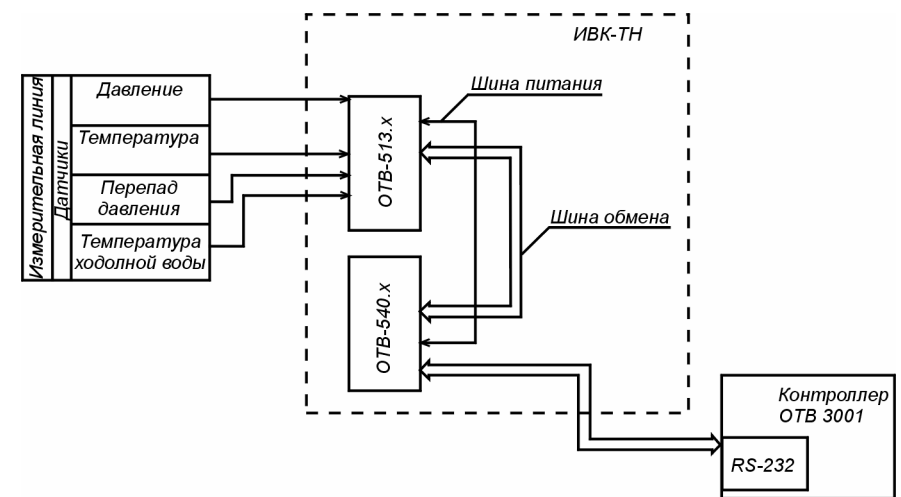

Рис.19
**5.5.4 ИВК-ТН** – измерительно-вычислительный комплекс на базе модулей серии ОТВ для автоматизированного учета количества пара, воды и тепловой энергии (предназначен для вычисления и измерения тепловой энергии, расхода и массы пара, воды) (рис. 19).